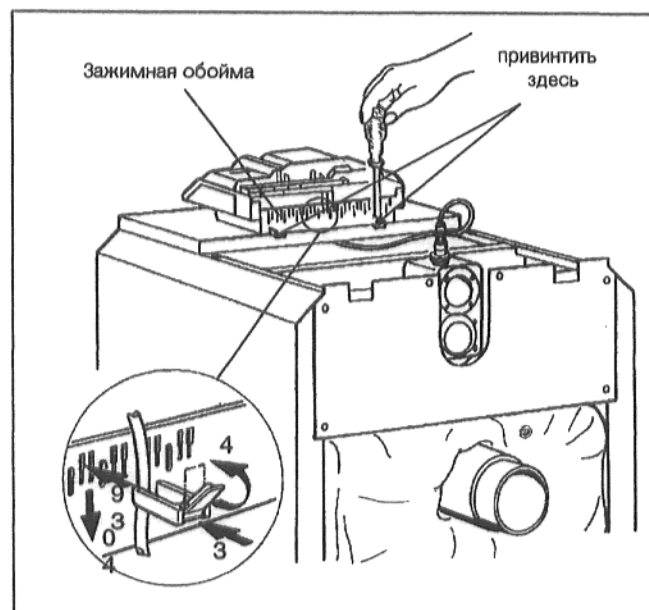

Рис. 40
- Цоколь устройства регулирования в элементе для прохода кабеля привинтить двумя винтами для листового материала слева и справа к переднему кожуху котла (Рис. 40).